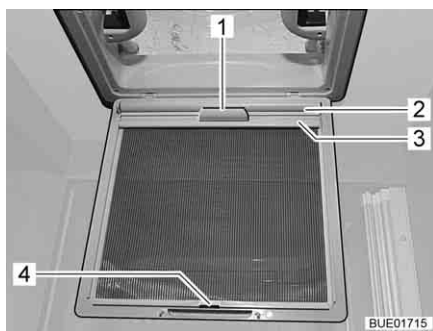

Bild 95 Mörkläggningsrullgardin (taklucka)
- Drag ut mörkläggningsrullgardinen (Bild 95,2) med handtaget (Bild 95,1) och haka i fästlisten (Bild 95,3) i kroken (Bild 95,4) på insektsskyddet.
- Lossa fästlisten (Bild 95,3) från kroken (Bild 95,4) och dra långsamt tillbaka mörkläggningsrullgardinen (Bild 95,2) med handtaget (Bild 95,1).